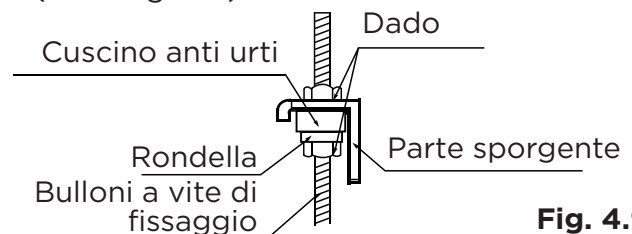

Fig. 4.9
9. Montare l'unità interna sui bulloni di ancoraggio con un blocco. Posizionare l'unità interna piatta utilizzando un indicatore di livello per evitare perdite. (Vedi Fig. 4.9).